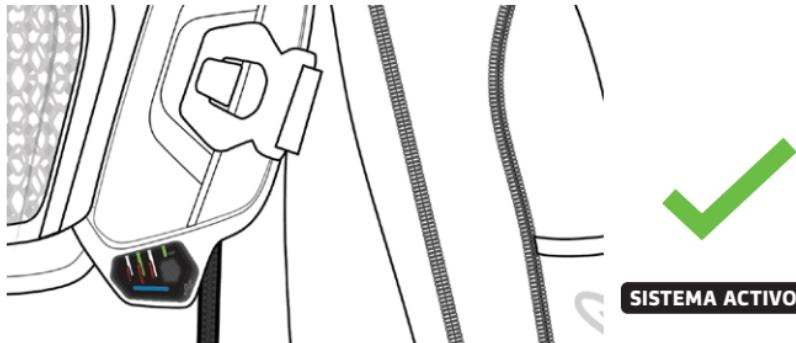

Figura 10: Sistema activo y funcionando correctamente
2) Despues de la fase de Comprobación del LED, el Sistema se activará automáticamente y el LED de Estado (4c) se volverá AZUL SOLIDO (Figura 10). En esta condición, el Usuario también puede comprobar el modo de conducción seleccionado (comprobando el LED de modo de conducción [4d]) y el nivel de batería del sistema (mediante el LED de batería [4e]) (consulte la figura 6 anterior).